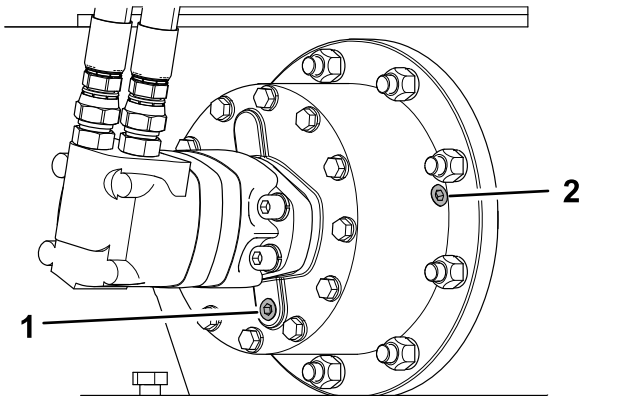

Figura 10
3. Retire el tapón de vaciado superior, en la posición de las 3 del engranaje planetario, cerca de la placa de acoplamiento rápido (Figura 10).
3. Retire el tapón de vaciado inferior, en la posición de las 6 del engranaje planetario, y drene el aceite (Figura 10).